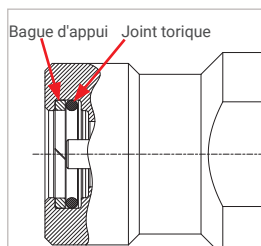

Figure 15
- ▶ Avant d'installer l'insert d'about, vérifiez (pos. 7) que les deux composants d'étanchéité (joint torique et bague d'appui, *Figure 15*) respectent l'ordre de montage, sont bien positionnés et intacts. En cas de dommages ou défaut similaire, les garnitures d'étanchéité doivent être remplacées. Se référer au *Chapitre 8.4.1 Remplacer les composants d'étanchéité dans l'insert d'about (pos. 7) en page 34*.